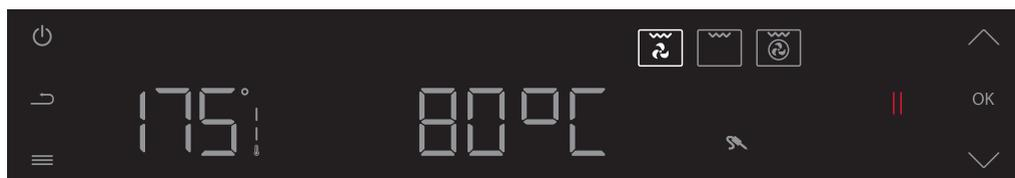

Abbildung 101
1. Grill und Gebläse () arbeiten zusammen. (siehe Abbildung 101)